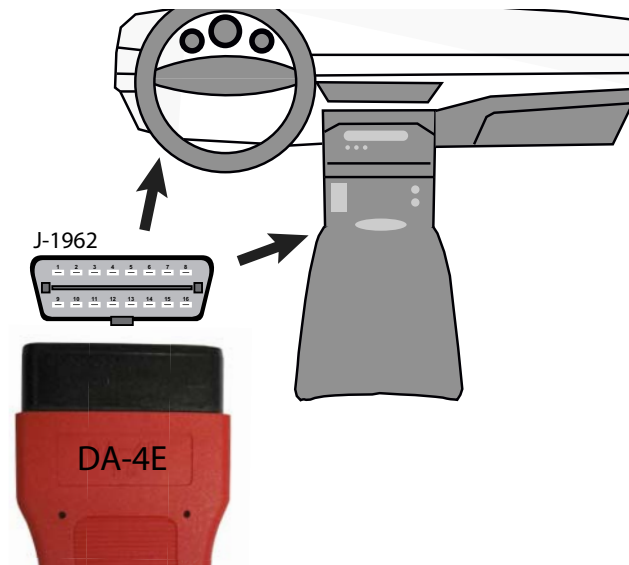

Figura 3-3
2. Conecte a extremidade de 16-pinos (J-1962) do cabo DA-4E (*Figura 3-3*) no DLC do veículo.